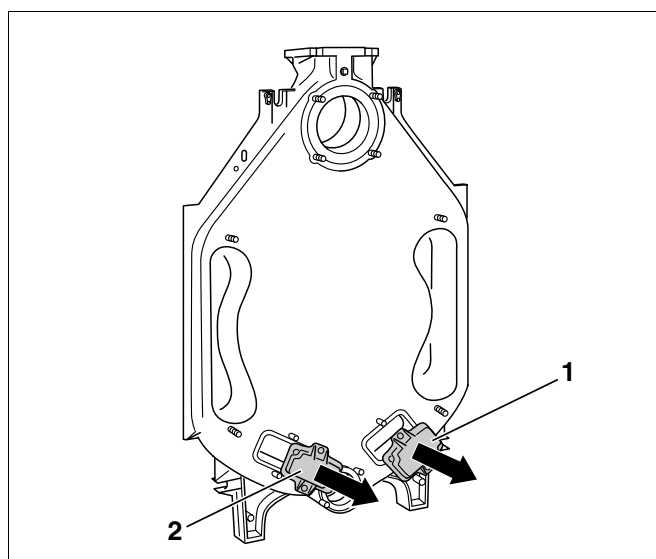

Рис. 10 Демонтаж крышек люков для чистки
- Снять крышки люков для чистки на задней секции котла (рис. 10, поз. 1 и 2).